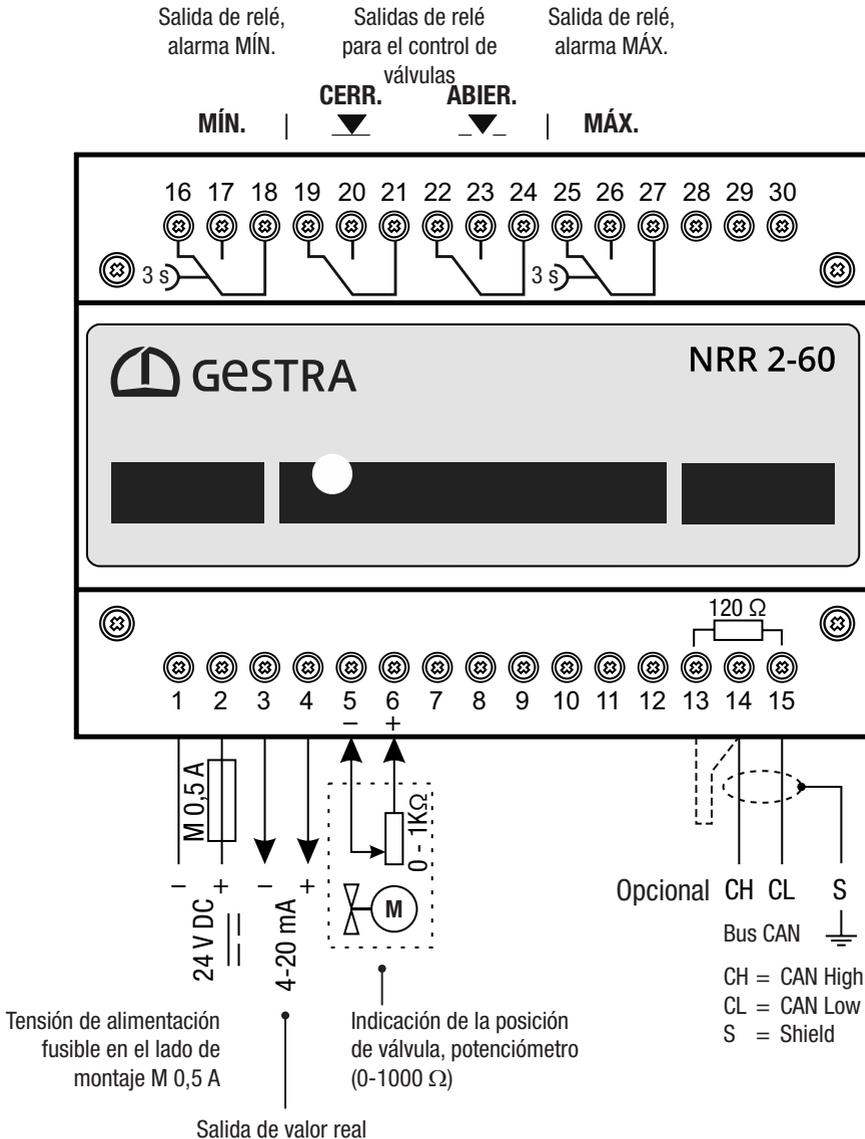
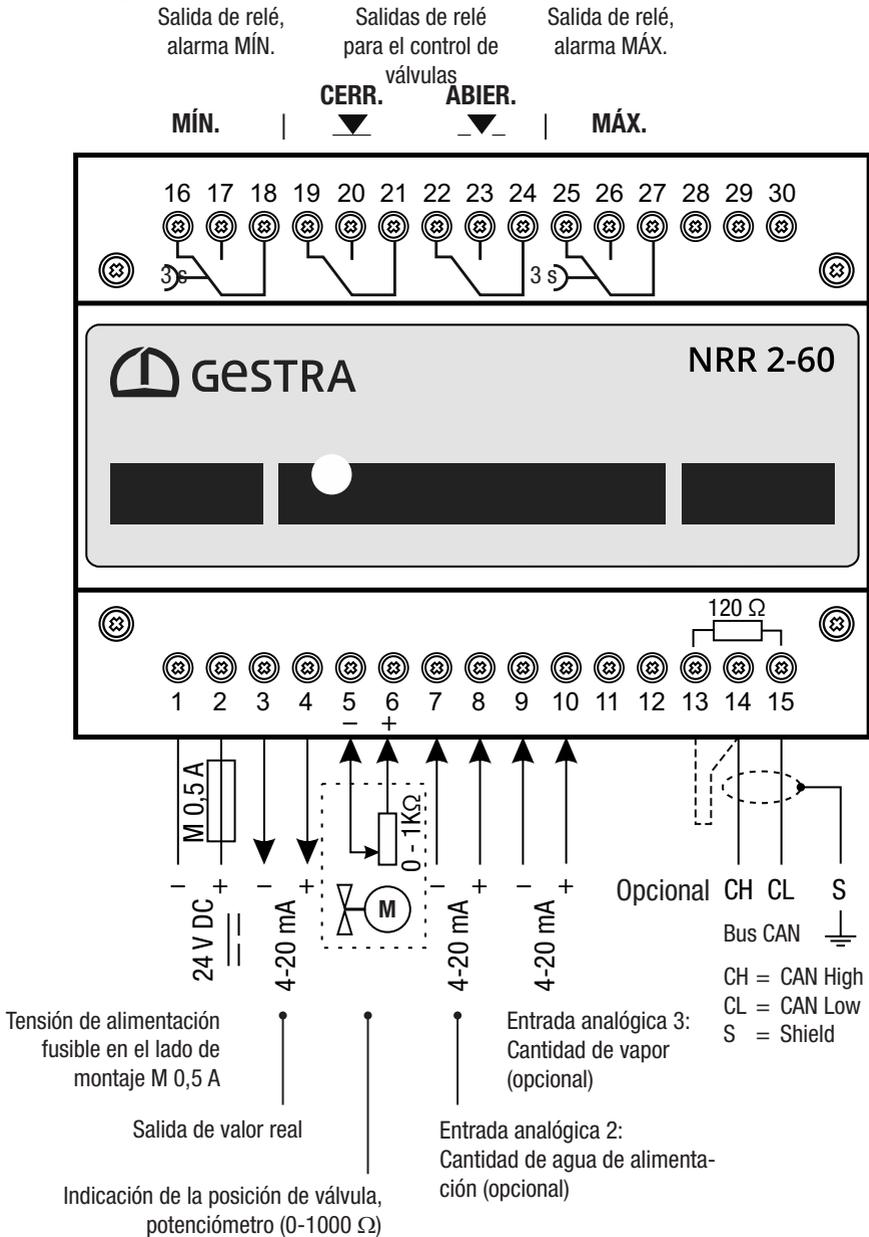

Fig. 7
Fig. 8
- Conecte el regulador de nivel y todos los componentes correspondientes conforme a los esquemas de conexiones Fig. 7/ Fig. 8 de este manual.
- Conecte las salidas conforme a los esquemas de conexiones, Fig. 7/Fig. 8.